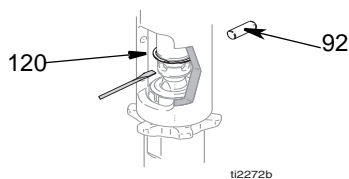
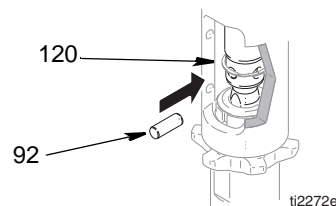

FIG. 8
FIG. 11
4. (Fig. 8) Empuje hacia arriba el anillo de retención (120); empuje hacia afuera el pasador (92).
2. (Fig. 11) Tire lentamente de la cuerda de arranque hasta que el orificio del pasador de la bomba esté alineado con el orificio de la varilla hidráulica. Fig. 8. Empuje el pasador (92) en el orificio. Empuje el anillo de retención (120) en la ranura.